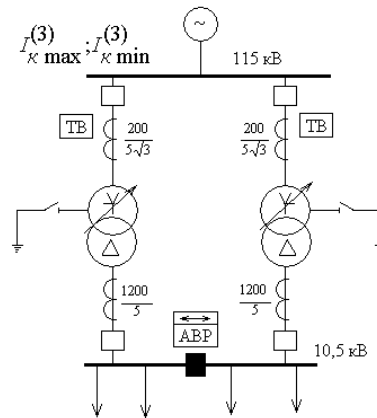

Рис.7.
4. Двухтрансформаторная подстанция промышленного предприятия получает питание от шин системы (рис.7). Установившееся значение тока трёхфазного КЗ на шинах системы в максимальном режиме составляет 8100 А, в минимальном режиме – 7500 А. Трансформаторы, установленные на подстанции - ТДН-16 МВА;  $115 \pm 9 \times 1,78\% / 11$  кВ;  $u_{к.ср} = 10,5\%$ ,  $u_{к.мин} = 9,8\%$ ,  $u_{к.макс} = 11,7\%$ . На стороне 10 кВ трансформаторы работают раздельно. Параллельная работа трансформаторов не предусматривается. На секционном выключателе установлено устройство АВР. Выбрать схему токовых цепей максимальной токовой защиты трансформатора, определить параметры её срабатывания и оценить её чувствительность